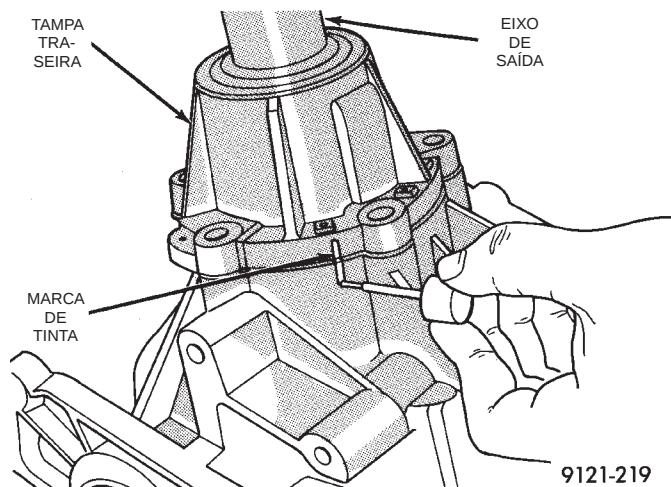

Fig. 27 Marcação da Tampa Traseira
- (4) Indexe a tampa traseira na caixa para remontagem posterior (Fig. 27).